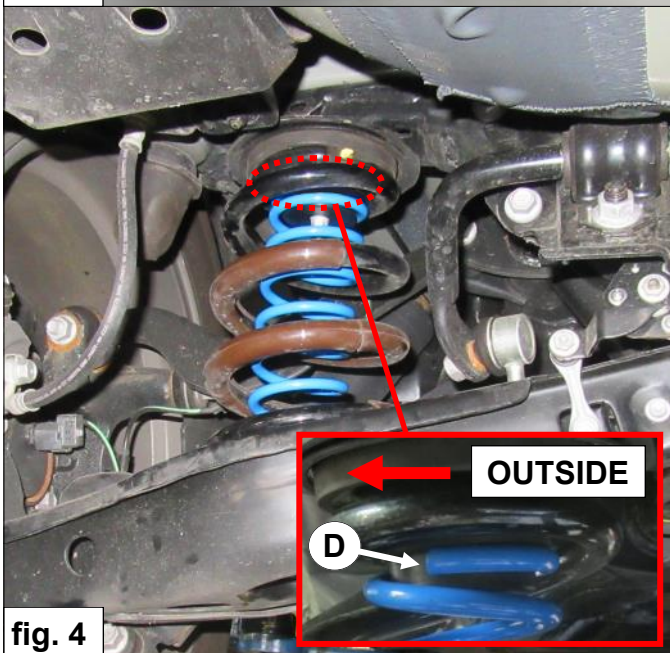

fig. 4
8. Vrid den hjälpfjädern **C**, så att fjäderändarna **D** är riktade till utsidan. Se fig. 4.